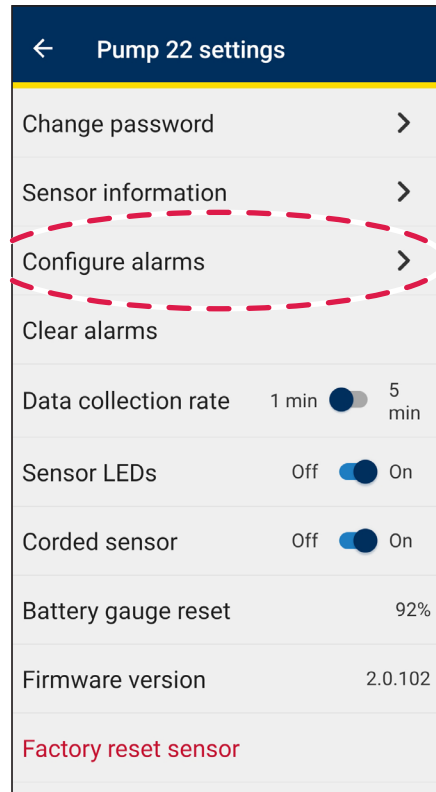

Abbildung 7
2. Wählen Sie **Alarme konfigurieren** aus (siehe Abbildung 7).